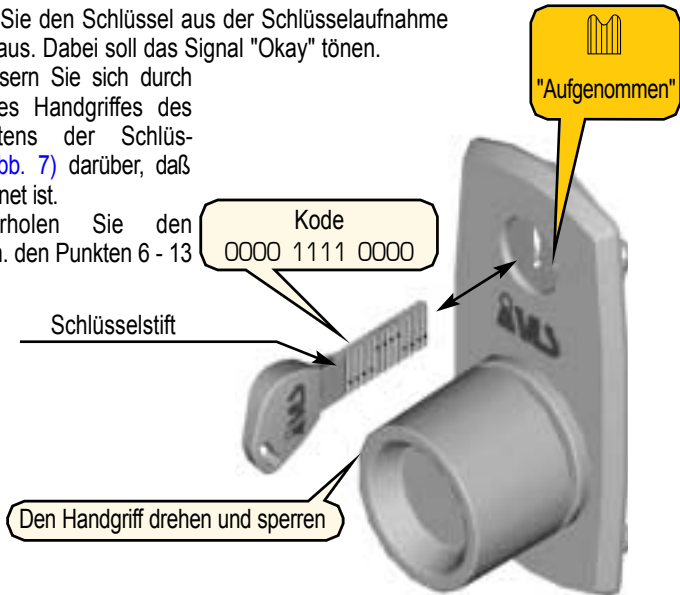

Abbildung 6 - Prüfung des Schloßes:
6. Wählen Sie den Code 0000 1111 0000 durch die Drehung von Schlüsselsegmenten. Dabei muß der Schlüsselstift nach oben gerichtet sein (Abb. 6).
7. Stellen Sie das Schloß durch die Drehung des Handgriffes des Schlosses (Abb. 6) in den gesperrten Zustand.